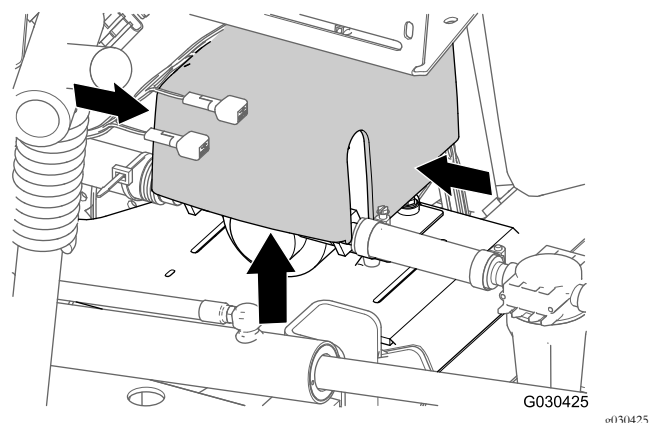

Figura 7
1. Nella parte posteriore della macchina, premete insieme i lati del coperchio della pompa di lavaggio e sollevate il coperchio fino a quando le relative alette non sono distanti dalle scanalature nella piastra a sella e rimuovete il coperchio dalla macchina (Figura 7).